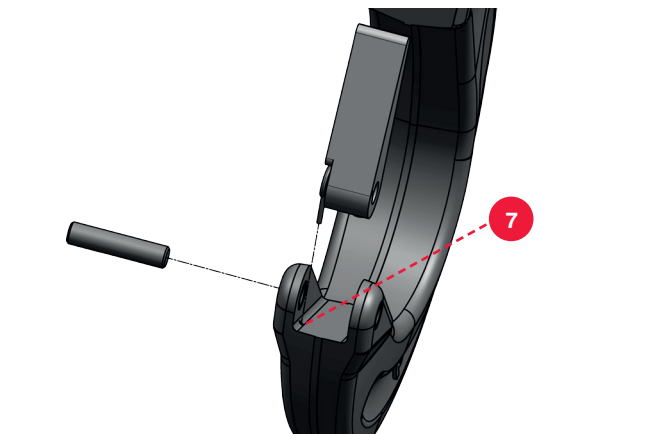

Bild 19
- Der andere, quer zur Achsrichtung verlaufende Federschenkel (6) muss in die Bohrung im Haken (7) gesteckt werden (Bild 19).
- Verwenden Sie für die Sicherungsschraube (2) ein wenig Schraubensicherung mittelfest (z. B. Loctite Type 243).